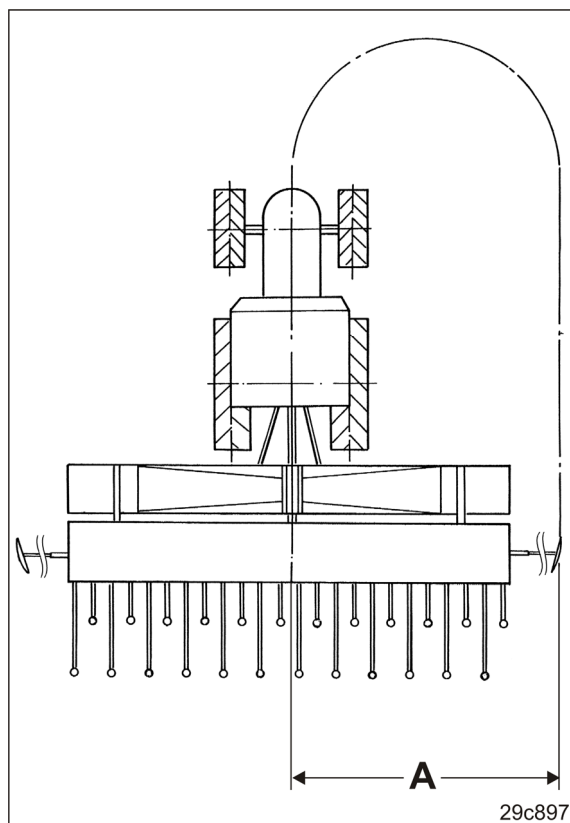

Рис. 90
7. Установить длину маркера на "А" (см. таблицу "Рис. 90", на стр. 96).